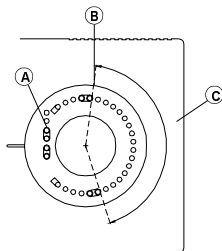

Fig. 2: Blocco manopola.
2. Prelevare i cavalieri meccanici (a) parcheggiati a lato della sede manopola e posizionarli (b) come nell'esempio di Fig. 2. In questo modo il campo di rotazione (c) è ridotto come nell'arco indicato.